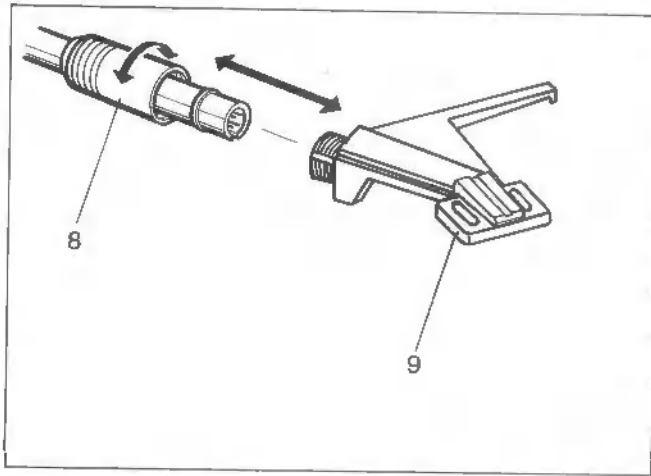

Fig. 2
- Tonkopf auf Tonarmrohr aufstecken und Mutter 8 festschrauben (Fig. 2).